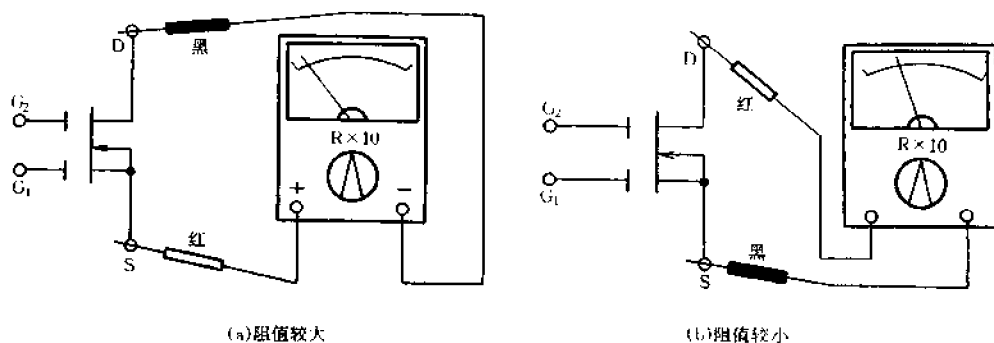

图 4-155 检测 MOS 管 D-S 间电阻
(1) 测量源极 S 和漏极 D 间电阻。检测操作方法如图 4-155 所示。将万用表置于  $R \times 10$  或  $R \times 100$  挡, 测量源极 S 和漏极 D 之间的电阻值, 正常时, 一般在几十欧到几千欧之间, 不同型号的管子略有差异。当用黑表笔接 D, 红表笔接 S 时, 电阻值要比红表笔接 D, 黑表笔接 S 时所测得的电阻值大些。这两个电极之间的电阻值若大于正常值或为  $\infty$ , 说明管子存在内部接触不良或内部断极故障, 若阻值接近于零, 则说明管子内部已被击穿。